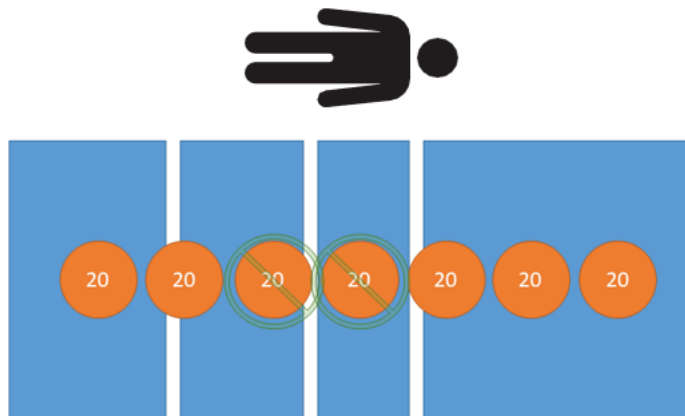

Abbildung 30 – Tara-Prüfung – 100 kg netto
5. Mit kalibrierten Gewichten 100 kg auf das Produkt legen (Abbildung 30).
9. Mit kalibrierten Gewichten 100 kg auf das Produkt legen (Abbildung 30).